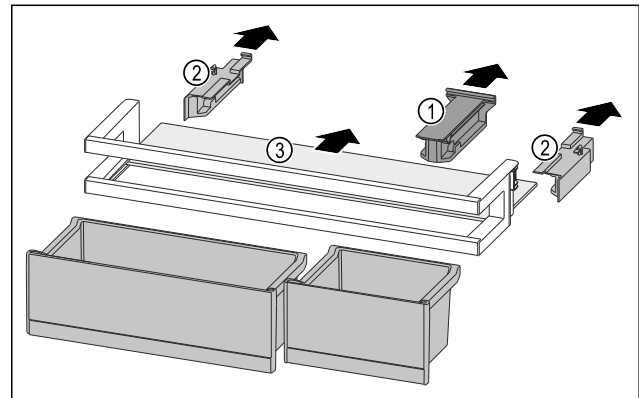

Fig. 133
- ▶ Halteteil Fig. 133 (1) abziehen.
- ▶ Seitenteile Fig. 133 (2) abziehen.
- ▶ Abstellfläche Fig. 133 (3) entnehmen.